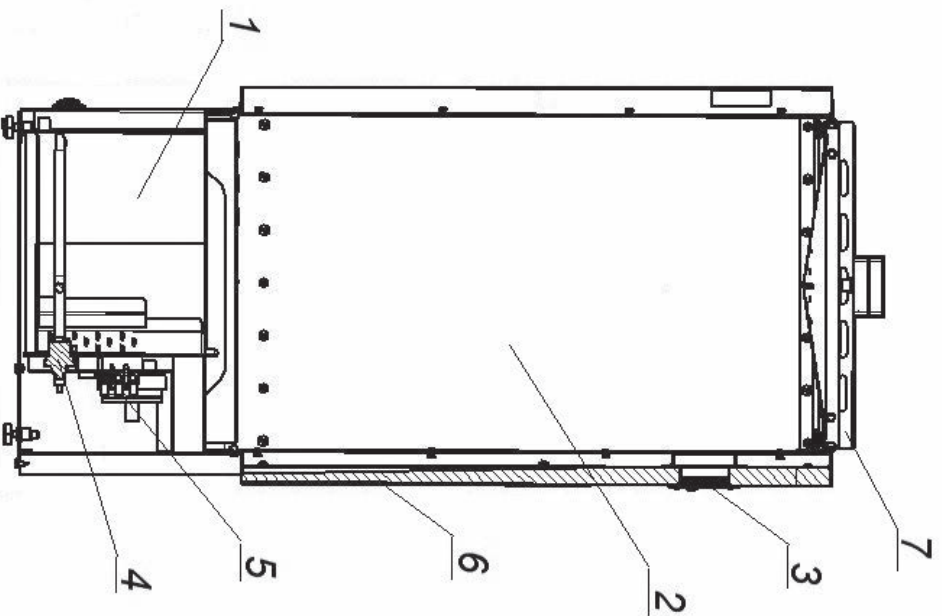

Рис. 2. Внешний вид запорника в разрезе
- Бак для кипячения воды (поз. 1, рис. 2).
- Контейнер для веников (поз. 2, рис. 2).
В нижней части Изделия расположен бак из нержавеющей стали (поз. 1, рис. 2) с установленным в нем ТЭНом (поз. 4, рис. 2). Над баком находится контейнер для веников (поз. 2, рис. 2), изготовленный из нержавеющей стали и обшитый деревянными рейками (поз. 6, рис. 2). Бак для воды и контейнер для веников разделены перфорированной решёткой. Контейнер для веников закрывается крышкой (поз. 7, рис. 2).
1.4.4. На лицевой стороне Изделия расположена панель управления с индикатором и кнопками (поз. 3, рис. 2). Индикатор показывает в процентном отображении от 220 В величину напряжения подаваемого на ТЭН установленный в водяном баке парогенератора и служащий для нагрева воды. Кнопки под индикатором позволяют регулировать уровень мощности водяного
ТЭНа от 0% до 100%. Блок управления нагревом воды (поз. 5, рис. 2) и клеммы для электрического подключения расположены за передней, декоративной панелью основания.